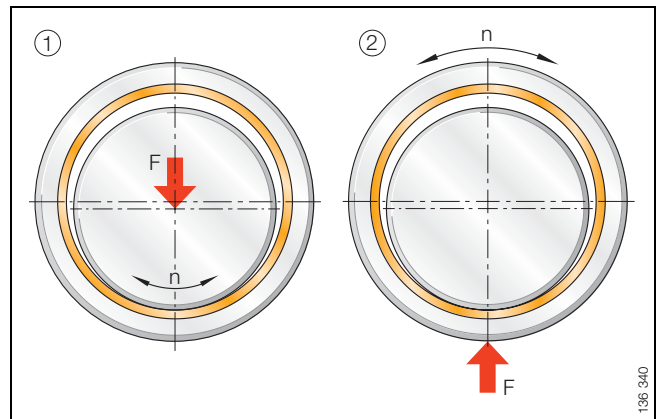

Figura 3 · Factor de corrección: caso de carga  $f_A$
Factor de corrección: caso de carga, figura 3, página 14
- Factor de corrección: caso de carga  $f_A$ , figura 3